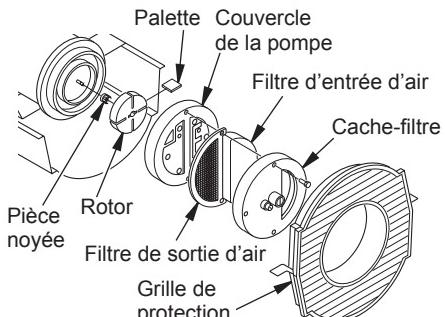

Figure 25 - Position du rotor, modèles 40/55T/70T
- Avec un tourne-écrou de 5/16 po déposez les vis du cache-filtre (voir Figure 25 ou 26).